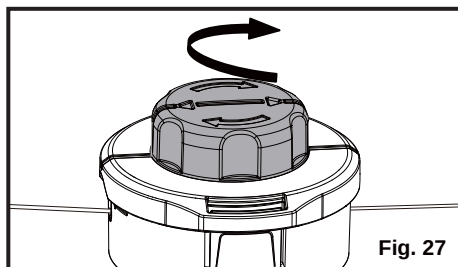

Fig. 27
- Presione y gire el cabezal del carrete hacia la derecha para enrollar el hilo en el carrete (Fig. 27).